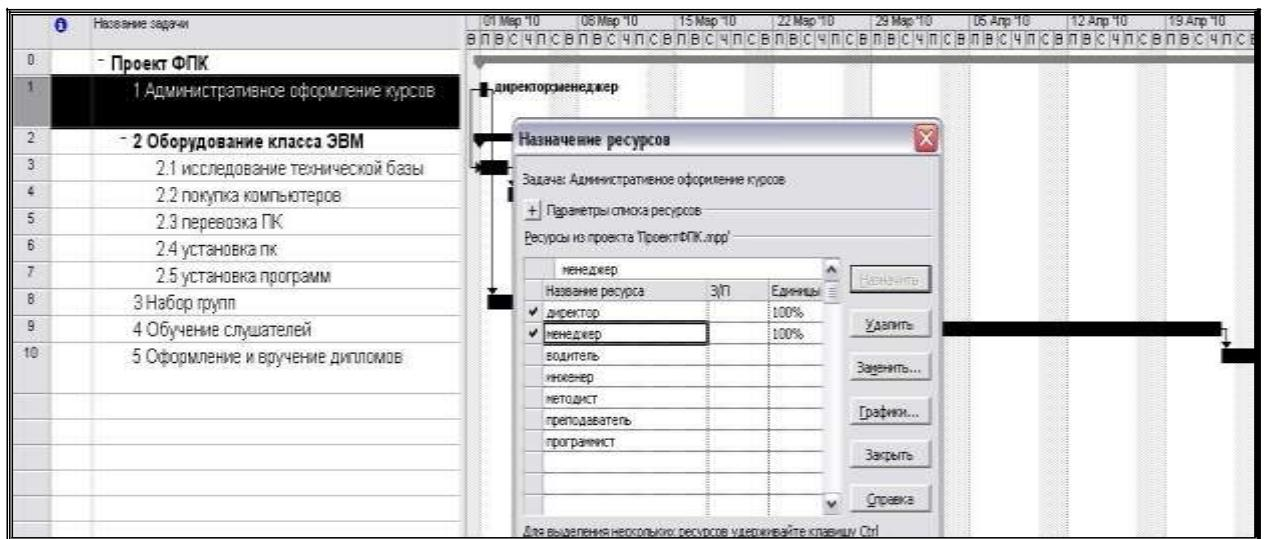

Рис. 16. Назначение ресурсов задачам
**Назначить ресурсы** или нажать кнопку  на панели инструментов. В появившемся диалоговом окне (рис. 16) выбрать соответствующий ресурс и нажать кнопку Назначить, указать **Единицы назначения** в %. При переходе от одной задачи к другой не закрывать окно ресурсов.